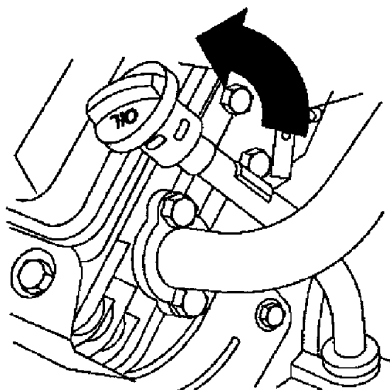

Bild 1
2. Entfernen Sie den Peilstab und wischen ihn mit einem sauberen Lappen ab (Bild 1). Stecken Sie den Peilstab in das Rohr und stellen sicher, dass er vollständig eingeführt ist. Entfernen Sie den Peilstab und kontrollieren den Ölstand.